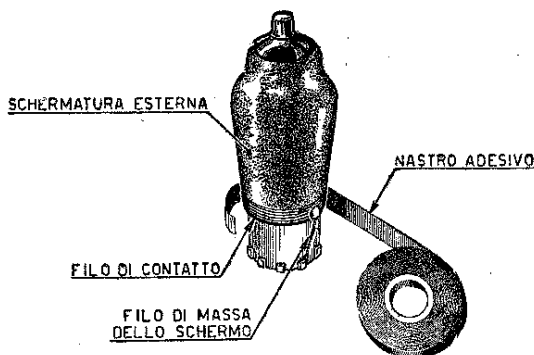

Fig. 126
**345** Per le valvole verniciate esternamente con vernice metallizzata, fungente da schermo, quali le ECH3, EF9, ECH4, EBL1, WE15, WE16, WE19, ABL1, ecc., si verifica di sovente che il bulbo si distacca dallo zoccolo, per cui lo schermo non è più collegato al filo di massa (fig. 126).